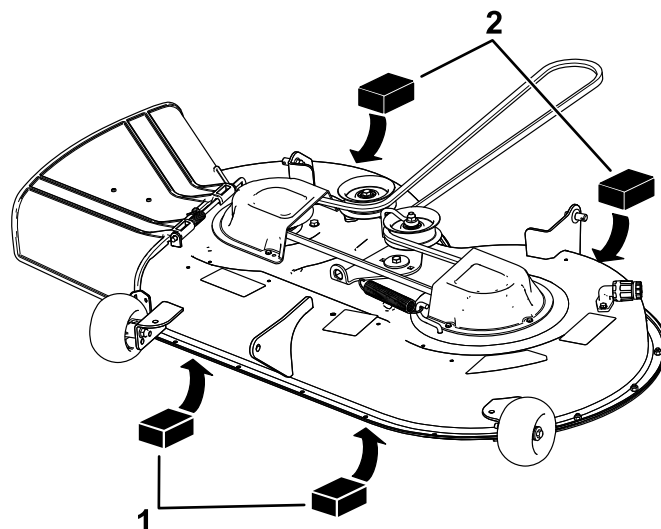

Bild 69
4. Legen Sie zwei 6,6 cm dicke Blöcke an jeder Seite unter die vordere Kante des Mähwerks, jedoch nicht unter die Halterungen der Antiskalpierrollen (Bild 69).
5. Legen Sie zwei 7,3 cm dicke Blöcke unter die hintere Kante des Mähwerks, einen an jeder Seite des Mähwerks (Bild 69).